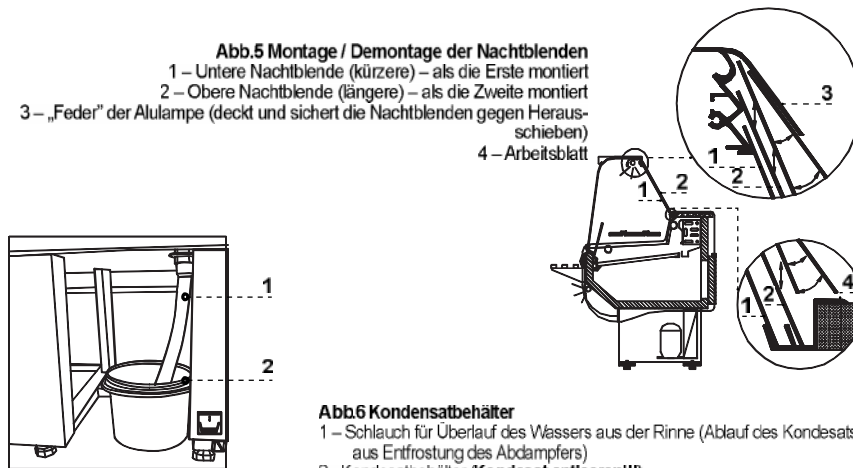

Abb.6 Kondensatbehälter
8. Kondensatbehälter, wei auf dem Abb.6/2 (S.25) (betrifft nicht die Anlagen mit Rotationsverdampfer!) gezeigt, anbringen
Ist die Anlage nicht mit der automatischen Kondesatabdampfung ausgestattet, den Kondesat vom Behälter bei dem Befüllen entfernen Abb.6 (S.25). Menge (Häufigkeit) der Kondesatenentfernung hängt von den Betriebsbedingungen der Anlage (u.a. von Luftfeuchtigkeit, Häufigkeit für Öffnen der Türen, Menge und Temperatur der einzusteckenden Waren) ab.